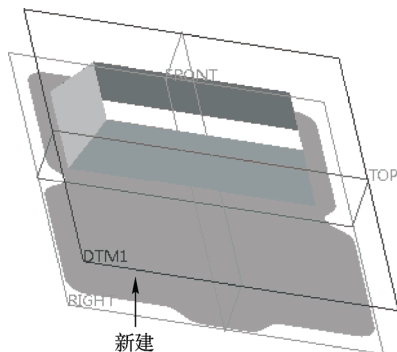

图 16-15 新建 DTM1 平面
STEP 14 单击“模型”选项卡“基准”面板中的“平面”按钮, 弹出“基准平面”对话框, 在模型树中选择“RIGHT”基准平面, 在对话框中的“平移”文本框中输入“25”, 单击“确定”按钮, 即可新建一个名为 DTM1 的平面, 效果如图 16-15 所示。